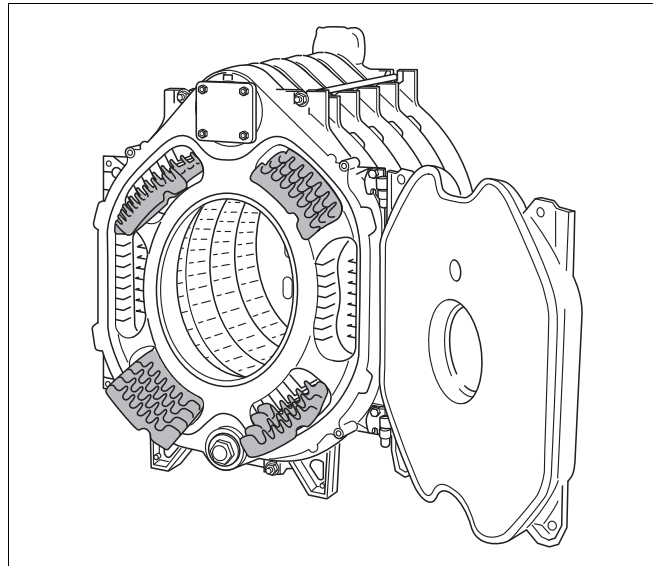

Fig. 27 Turbolatori
- Togliere i turbolatori dalla scatola degli accessori ed inserirli nei tiraggi in modo conforme alla **scritta in rilievo** (→ fig. 27 e la tabella seguente).